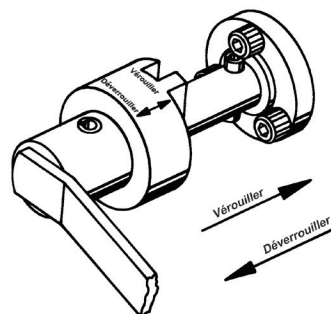

Figure 5
1. Vérifiez que le mécanisme de verrouillage de poignée situé sur le support moteur est engagé avant d'assembler un moteur. Reportez-vous à la Figure 5.
Pour garantir la stabilité dans toutes les positions, ce support de réparation est équipé d'un mécanisme de verrouillage de poignée positif. Voir Figure 5.